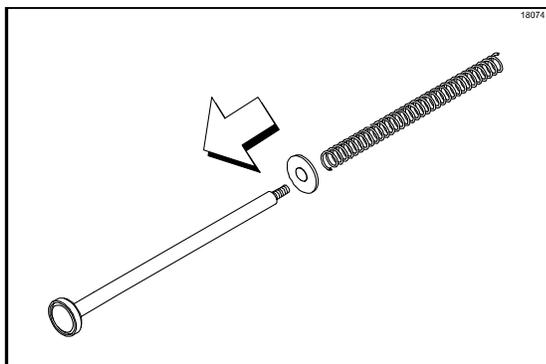

Figura 88
3. Instale la arandela y el resorte en el conjunto del émbolo. (Vea la figura 88).